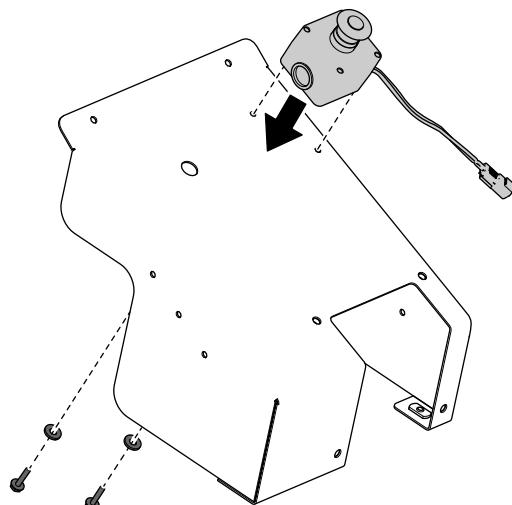

Figura 10
9. Instale el conjunto del botón de parada de emergencia que retiró anteriormente sobre la cubierta (Figura 10).